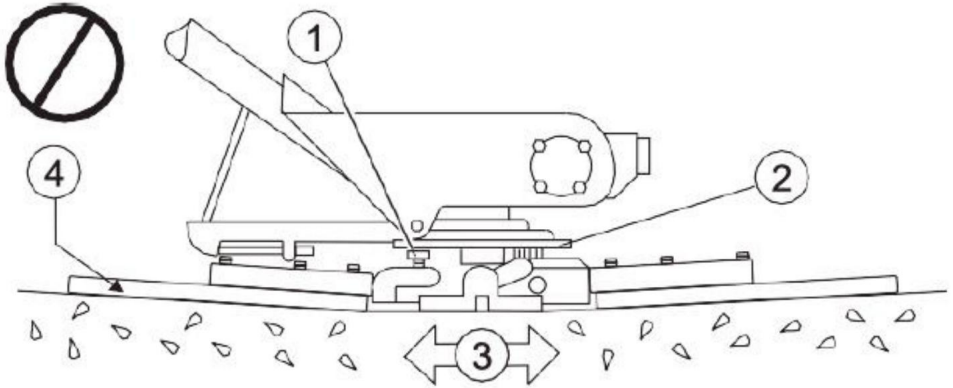

FIG.17
13.2.2 Incline las palas lo más planas posible. Todos los pernos de ajuste apenas deben hacer contacto con la placa de desgaste inferior de la caja de araña. Si uno no hace contacto, será necesario realizar ajustes. (FIG.17,FIG.4).
13.2 Ajuste del brazo de la allanadora (Continuación) La FIG.17